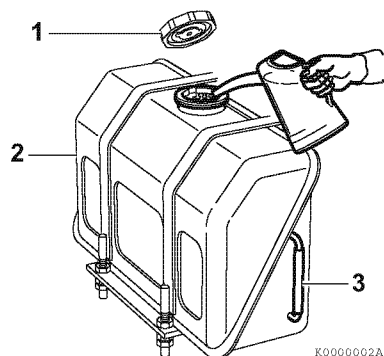

Figure 1
1. Nettoyez la surface autour du bouchon du réservoir de carburant (1, **Figure 1**).
2. Enlevez le bouchon du réservoir de carburant (2, **Figure 1**).
3. Observez la jauge visuelle de niveau de carburant (3, **Figure 1**) puis arrêtez le remplissage lorsque la jauge indique que le réservoir de carburant est plein. Ne remplissez jamais de manière excessive le réservoir de carburant.
4. Remettez en place le bouchon du réservoir à carburant (1, **Figure 1**) et serrez-le à la main. Un serrage excessif du bouchon de réservoir risque de l'endommager.